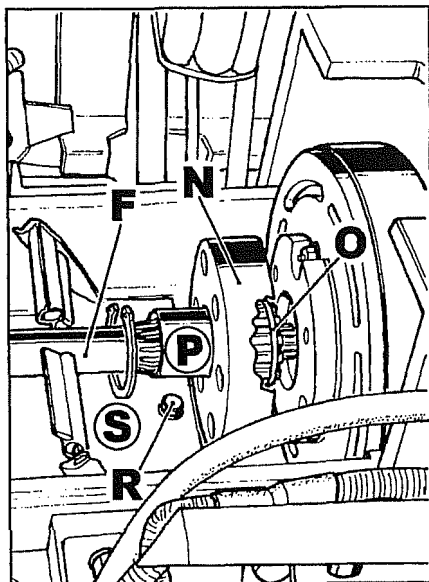

Fig. 10
7. Togliere la vite **R** fig. 10 quindi sfilare dal basso la lamiera **S** e quella sottostante.
Far scorrere verso il motore il giunto elastico **N** fig. 10 quindi togliere l'anello **O**.
Far scorrere verso il motore il manicotto calettato **P** fig. 10 trattenendo il giunto che potrà essere sfilato dall'alto.
16 Scollegare dall'albero motore e spostare di lato l'albero **F** fig. 10.